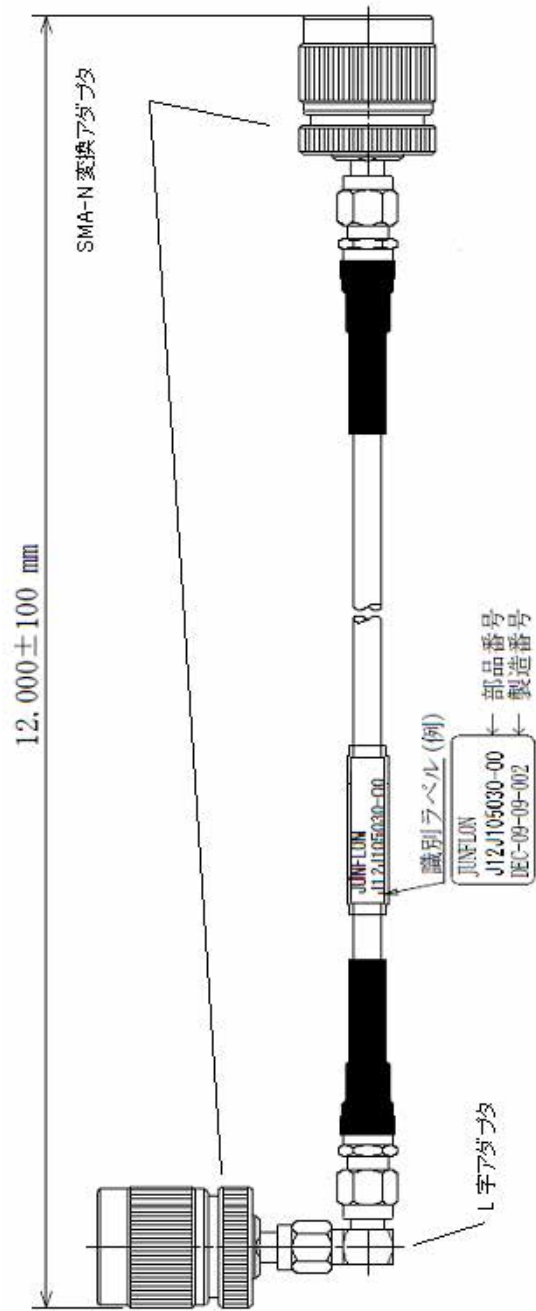

図 3-3-2 衛星車載用アンテナ接続ケーブル
- 図3-3-2 衛星車載用アンテナ接続ケーブル..... 2-8